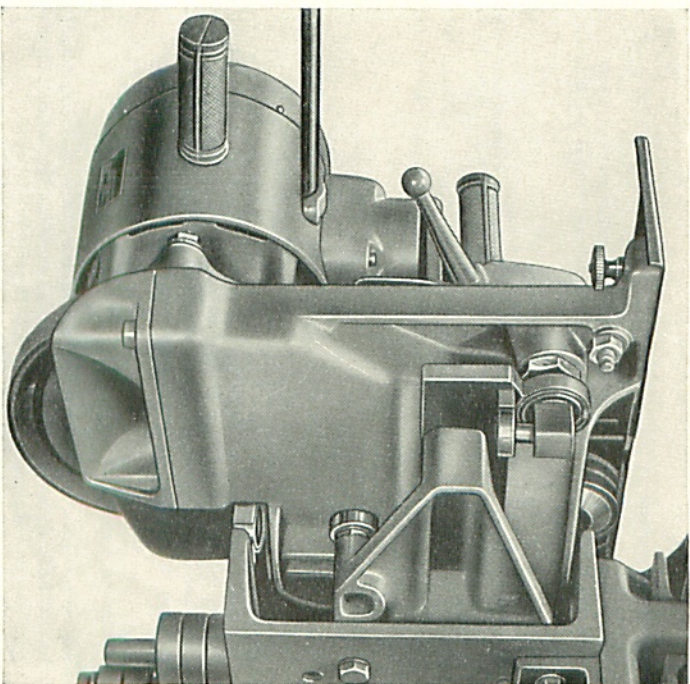

Bild 3
- 3) Insert saw carriage horizontally into guide rail (Fig. 3).
- 3) Engager **horizontalement** le chariot porte-scie sur le rail de guidage (Fig. 3).
- 3) Sägewagen in die Führungsschiene waagrecht einschieben. (Bild 3)